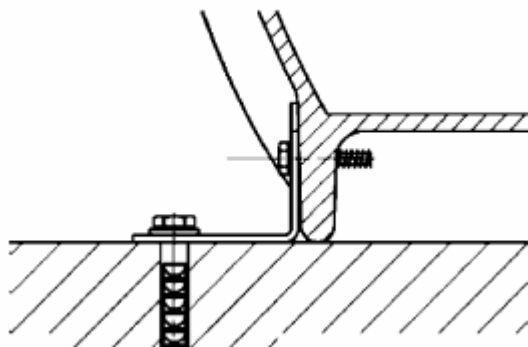

Рисунок 6
- Подготовьте приямок в соответствии с высотой системы, и с возможностью подключения приточного трубопровода DN100 (наружный  $\varnothing 110$ ) в одной из частей для подключения (см. рисунок 6). Если необходимо, используйте удлинительный элемент (принадлежность).